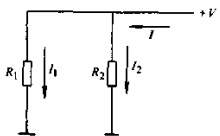

图 1-16 电阻并联电路
各种元器件均可以构成并联电路,电阻并联电路是一个最基本的并联电路,所有复杂的电路都可以简化成电阻串联和并联电路来进行工作原理的理解。如图 1-16 所示是电阻并联电路。电路中,电阻 R_1 和 R_2 是并联的,所以称之为并联电路。
3) 各并联电阻两端的电压相等,在图 1-16 所示电路中还等于 $+V$,因为电阻是与电源 $+V$ 直接并联的。
(2) 见图 1-16 所示电阻并联电路, 当电阻 R_1 开路时, R_1 中没有电流, 但电阻 R_2 中仍然是有电流的, 所以电源 $+V$ 回路中仍有电流, 只是比 R_1 开路前小了一些。当 R_1 和 R_2 同时开路后, 回路中便无电流了。当 R_1 或 R_2 短路时, 电源回路中的电流很大, 因为此时电源 $+V$ 的负载电阻为零了。同时, 没有短路的那只电阻中是没有电流流过的, 因为此时两个电阻上的电压均为 $0V$ 。